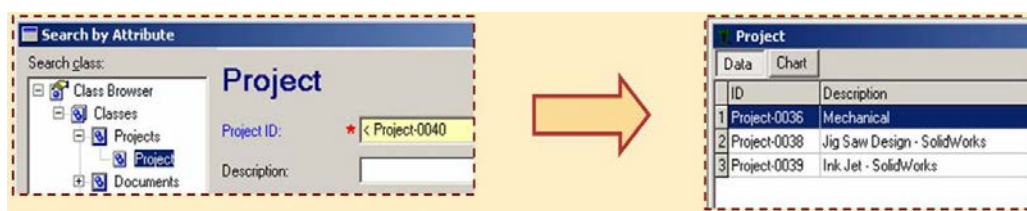

Рис. 16.6. Определение параметров запроса
- ◆ Задание параметров запроса (рис.16.6):